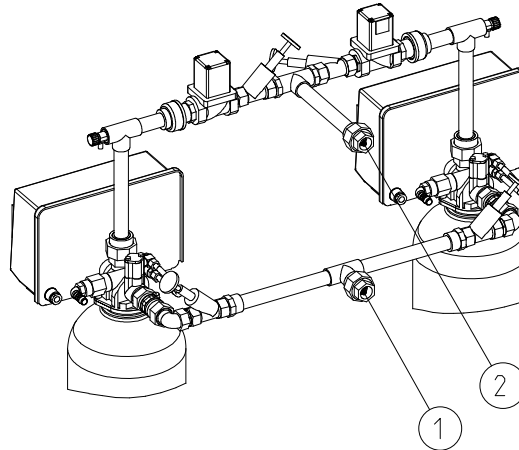

Abb. D-1: Verrohrung bei kleinen Anlagen
Bei kleinen Anlagen weisen die Anschlüsse der Verrohrung nach hinten (vgl. Abb. D-1).
- Verrohrung entsprechend Abb. D-1 montieren.
- ① Eingang Rohwasser
② Ausgang Weichwasser